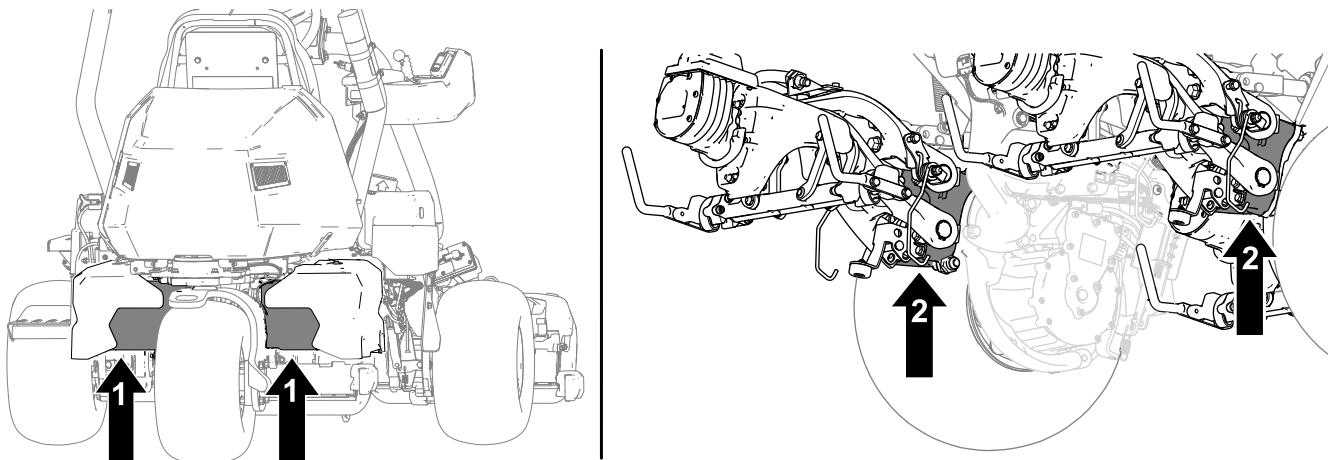

Figura 35
2. Después de elevar la máquina, utilice un gato fijo apropiado debajo de las zonas siguientes para apoyar la máquina (Figura 35):